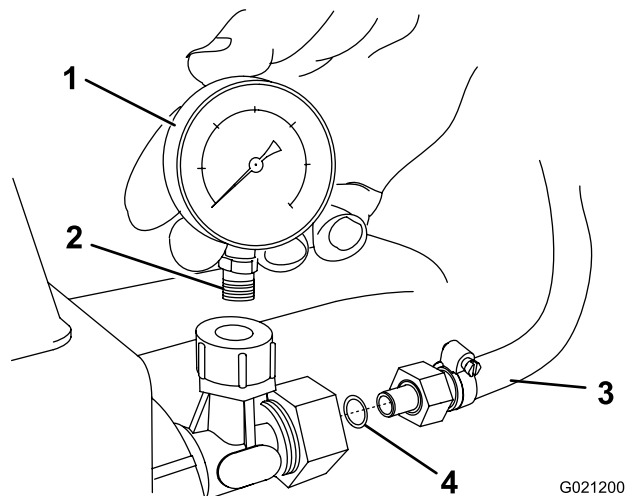

Figura 11
15. Avvolgete del nastro di tenuta intorno ai filetti dell'indicatore, in senso antiorario (Figura 11).
16. Montate l'indicatore della pressione nel punto di connessione libero a destra della valvola di regolazione (Figura 11).
1. Trovate l'O-ring nelle parti sciolte e lubrificatelo con un lubrificante non a base di petrolio, quale l'olio vegetale. Montate l'O-ring tra il flessibile lungo e il gruppo valvola di regolazione (Figura 11).
2. Collegare il raccordo filettato sull'estremità del flessibile lungo al gruppo valvola di regolazione (Figura 11).